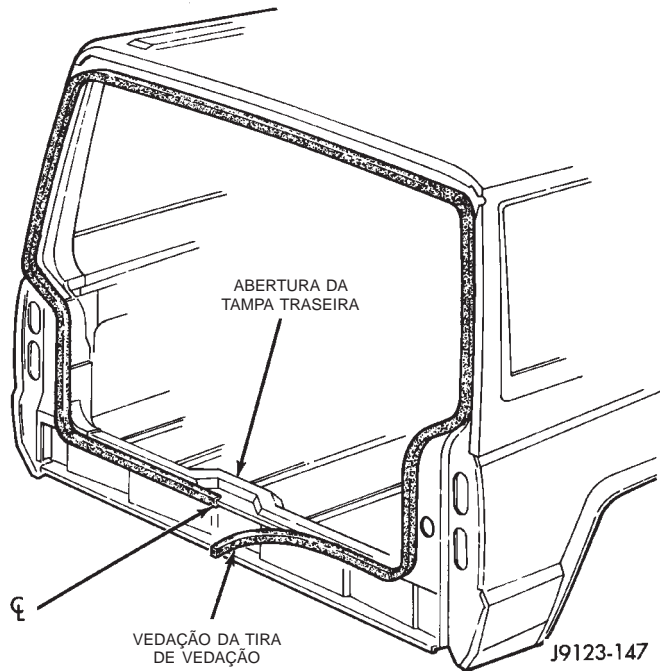

Fig. 104 Instalação da Tira de Vedação da Tampa Traseira
- (1) Posicione a vedação da tira de vedação na abertura com a extremidade esquerda da vedação na linha de centro da abertura. Instale a vedação no sentido horário.
- (2) Movimento para a esquerda e encaixe a vedação com o flange inferior do lado esquerdo (Fig. 104).
- (3) Movimento para cima e combine a vedação com o flange do lado esquerdo.
- (4) Movimento para a direita e combine a vedação com o flange do teto do lado esquerdo.
- (5) Assente a parte instalada da vedação com um rolo. Movimento o rolo da extremidade inferior esquerda para a metade esquerda superior da vedação.
- (6) Movimento para a direita e encaixe a vedação com o flange do teto superior da direita.
- (7) Movimento para baixo e encaixe a vedação com o flange do lado direito.
- (8) Movimento para a esquerda e encaixe a vedação com o flange inferior do lado direito.
- (9) Centralize e junte as extremidades da vedação na linha de centro.